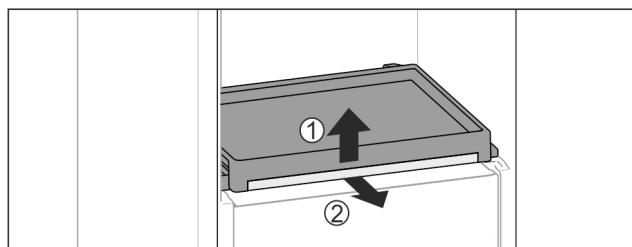

Fig. 113
- ▶ Vyberte vyťahovaciu poličku so sklenou doskou: Vpredu zľahka nadvihnite sklenú dosku Fig. 113 (1) a vytiahnite ju smerom dopredu Fig. 113 (2).